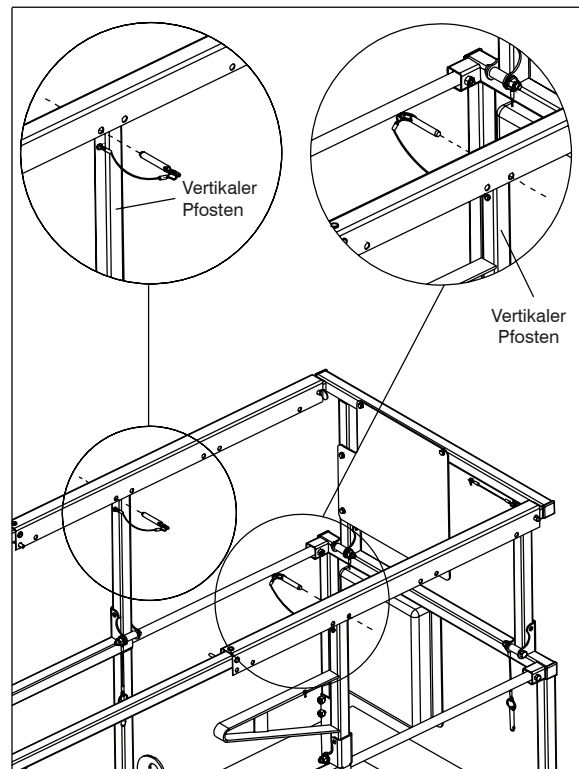

Abbildung 2-15. Manuelle Plattformverlängerung mit variablen Positionen
2. Nach dem Aus- bzw. Einfahren die Verriegelungsbolzen wieder einsetzen. Einen Bolzen auf der einen Seite der Arbeitsbühne vor dem vertikalen Pfosten, den anderen Bolzen auf der anderen Seite der Arbeitsbühne hinter dem vertikalen Pfosten einsetzen, damit die manuelle Plattformverlängerung während der Fahrt oder dem Transport nicht verrutschen kann. Siehe Beispiel in Abbildung 2-15.